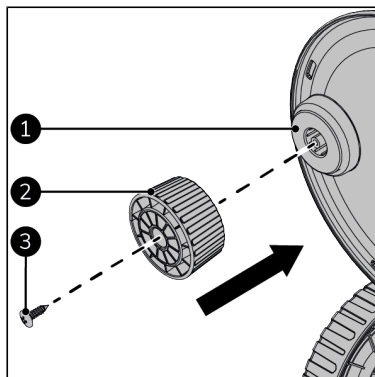

Figure 71.
1. Fixez la poignée (Figure 71, pos. 1) à la partie principale (Figure 71, pos. 2) à l'aide de la vis ST4,8x16 (Figure 71, pos. 3).